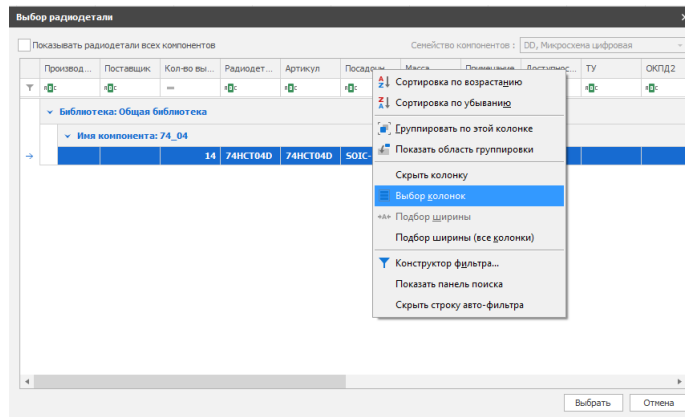

Рис. 92 Выбор восстанавливаемой колонки
3. Для восстановления удаленных столбцов таблицы навести курсор мыши на область любого заголовка существующего столбца и из контекстного меню выбрать пункт «Выбор колонок», см. Рис. 92.